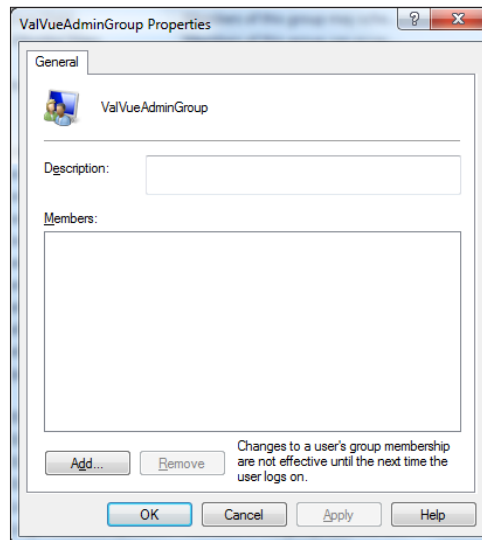

Рисунок 165 - Свойства
3. Дважды щелкните на **ValVueAdminGroup** и появится окно *Properties (Свойства)* (Рисунок 165).